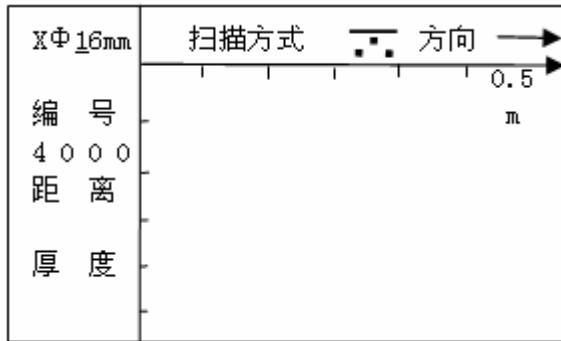

图 3-11 剖面钢筋 0.5m 扫描界面
0.5m 的剖面钢筋扫描界面如图 3-11 所示，首先设置工程信息，纵向钢筋的直径（默认值为 16mm）和编号（首位固定为 4），按 $\leftarrow$ 、 $\rightarrow$ 键移动光标位置，按 $\uparrow$ 、 $\downarrow$ 键可调整光标位置的数值，按 $\square$ 键返回功能选择界面。完成以上设定后按 $\square$ 键确认设置，并进行探头自校正，此时探头必须放置在空气中，远离强磁场干扰，在屏幕上出现 wait!，当 wait! 消失后，探头自校正完毕，此时可进入检测状态。